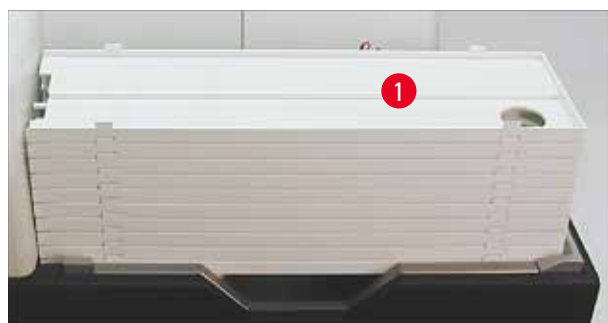

図 38
1. トレイのスタック (→「図 38-1」) をアンロードステーションのリフトテーブルの上に配置します (→「図 38」)。